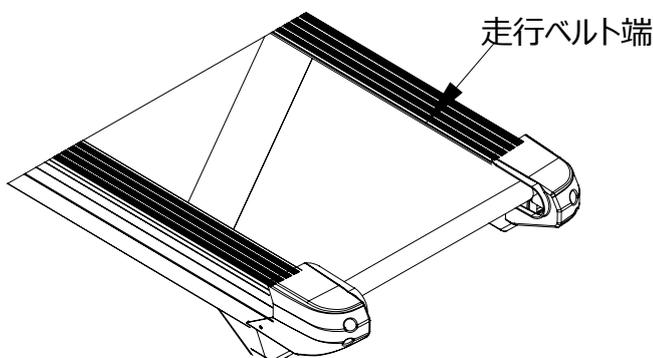

図1
1. 図1に示すように、走行ベルトの右端を指で掴み、左に引きます。